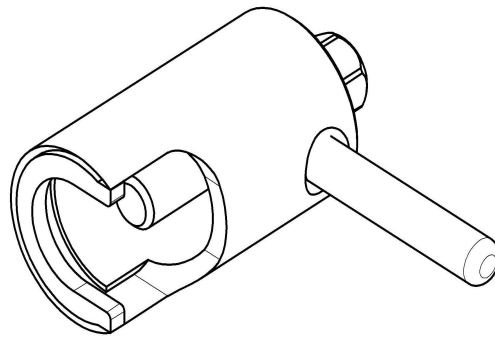

Рис. 11. Съемник крыльчатки(11000002907).
- снять крыльчатку при помощи специального съемника (см. рис. 11);